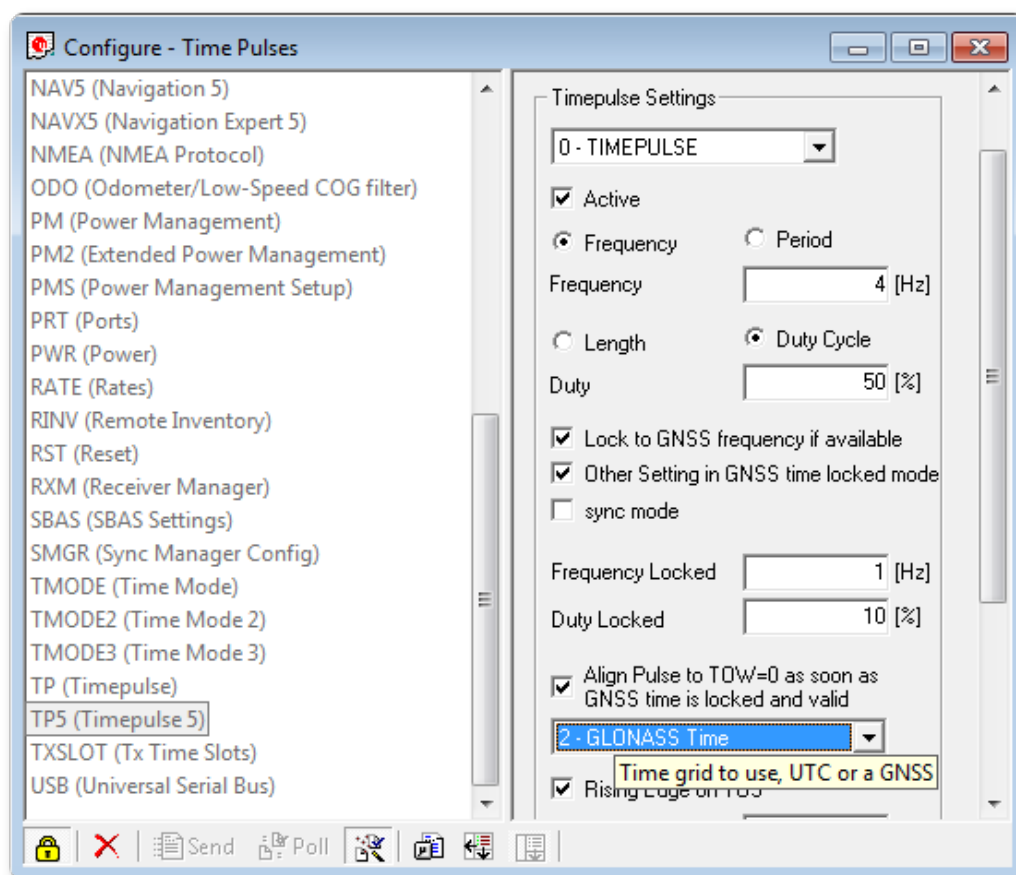

Рис. 40. u-center - выбор временной сетки (Time grid to use)
9. Далее выберите из списка параметров «TP5 (Timepulse 5)» (см. рис. 40).